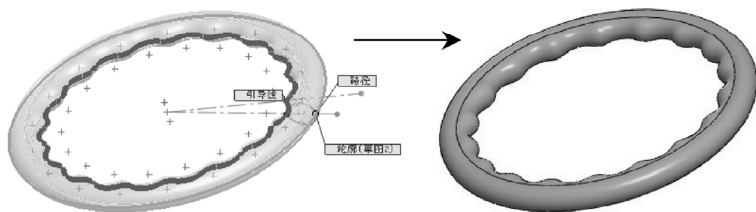

图 3-38 扫描手轮转盘操作
STEP 6 单击“特征”工具栏中的“扫描”按钮, 打开“扫描”属性管理器, 选择 **STEP 5** 创建的草绘图形为扫描轮廓, 选择 **STEP 4** 创建的草绘图形的外圈图形为扫描路径, 选择 **STEP 4** 创建的草绘图形的内圈图形为引导线, 创建转盘, 如图 3-38 所示。